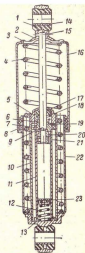

Рис. 25. Задняя подвеска мотоцикла К-55:
**Подвеска.** На мотоцикле К-55 установлена маятниковая подвеска (рис. 25), которая верхним наконечником прикреплена к кронштейнам рамы, а нижним наконечником — к маятниковой вилке.